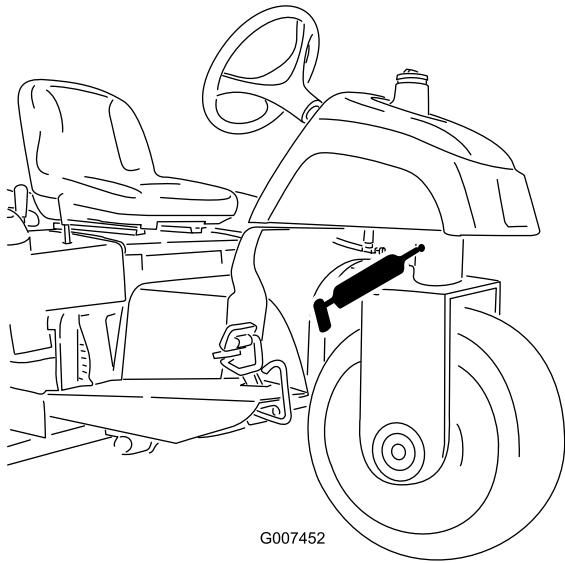

図 23
- ステアリングピボット (図 23)
注 ステアリングピボットの注入部図 23は面一フィットティングなので、グリスガン用ノズルアダプタが必要です。 パーツ番号は P/N 107-1998 ご注文は Toro 代理店へ。